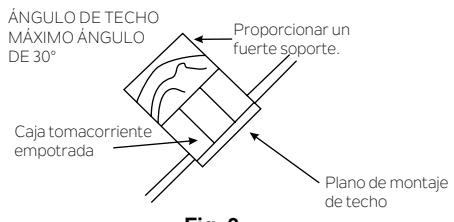

Fig. 3
**NOTA:** Debe usar una varilla descendente de 12" o más para una pendiente de 30° (ángulo máx. de 30°). (Fig. 3).